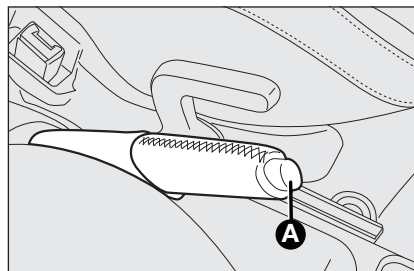

fig. 1
- ☐ sollevare leggermente la leva e premere il pulsante di sblocco **A**-fig. 1;